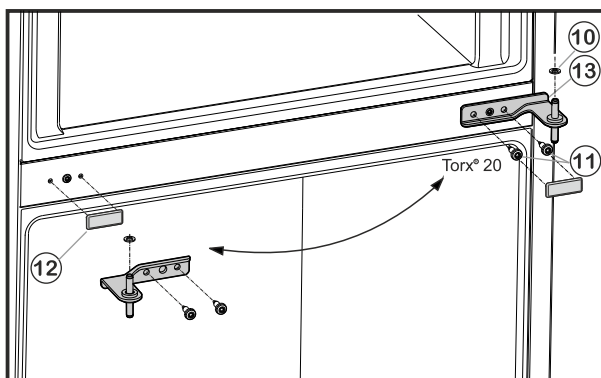

Fig. 6
- ▶ Vyskrutkujte upevňovacie skrutky Fig. 6 (11) (2x Torx® 20) a ložiskovú konzolu v strede vyťahnite zo spodných dverí.
- ▶ Odoberte plastovú podložku Fig. 6 (10).
- ▶ Krytku Fig. 6 (12) opatrne odoberte.
- ▶ Krytku Fig. 6 (12) znovu nasadíte na opačnú stranu.
- ▶ Ložiskovú konzolu v strede Fig. 6 (13) otočenú o 180° nasadíte do spodných dverí a pomocou upevňovacích skrutiek Fig. 6 (11) (2x Torx® 20) ju znovu pevne naskrutkujte na novú stranu závesu (**4 Nm**).
- ▶ Opäť nasadíte plastovú podložku Fig. 6 (10).
- ▶ Vrchné dvere nasadíte na ložiskovú konzolu v strede Fig. 6 (13).